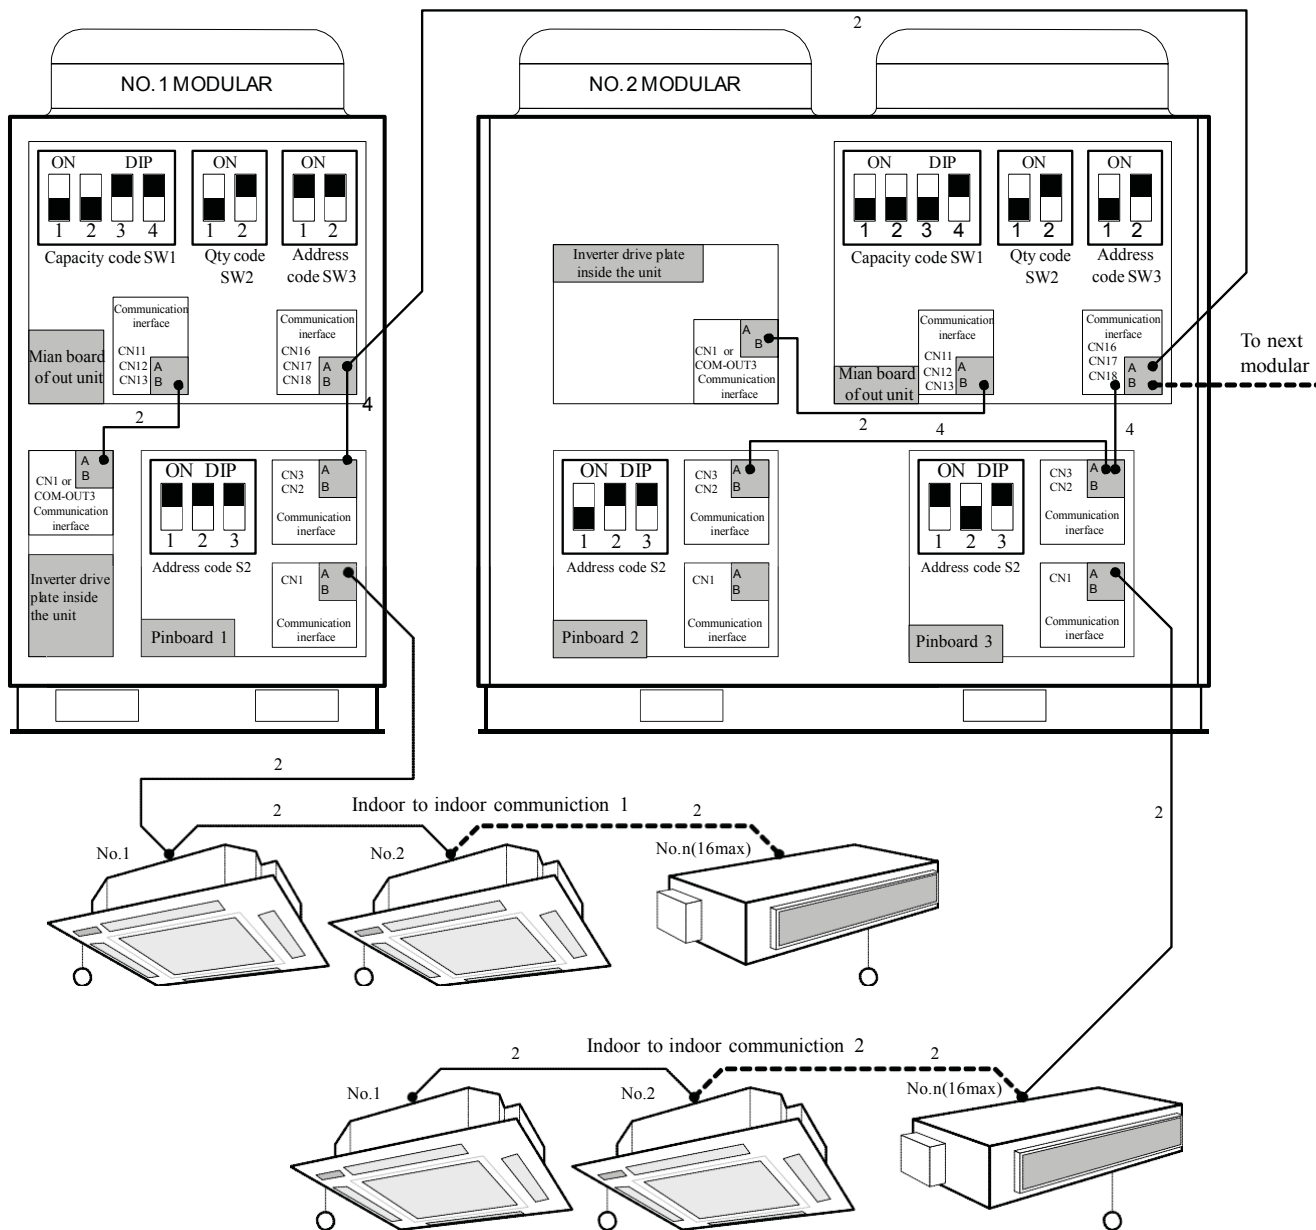

Рис. 7.4
7.2.2 В случае объединения, внешние модули коммутируются между собой сигнальным кабелем. На рис. 7.4 показана схема коммутации наружных модулей.